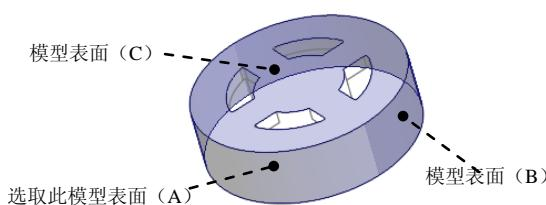

图 18.6 定义复制曲面
(1) 在屏幕右下方的“智能选取栏”中选择“几何”选项。
(2) 选取要复制的面组，操作方法如下。
① 选择 **视图** 功能选项卡 **模型显示** ▾ 区域中的“显示样式”按钮 ，按下 线框 按钮，将模型的显示状态切换到实线线框显示方式。
② 将模型调整到图 18.6 所示的视图方位，采用“从列表中拾取”的方法选取图 18.6 所示的模型表面 (A)，按住 Ctrl 键，采用同样的方法选取模型表面 (B) 和模型表面 (C)。
(3) 单击 **模具** 功能选项卡 **操作** ▾ 区域中的“复制”按钮 。
(4) 单击 **模具** 功能选项卡 **操作** ▾ 区域中的“粘贴”按钮 。系统弹出 **曲面：复制** 操控板。
(5) 填补复制曲面上的破孔。在操控板中单击 **选项** 按钮，在“选项”界面选中 **排除曲面并填充孔** 单选项，选择图 18.6 中的模型表面 (C)。
(6) 单击操控板中的 按钮。